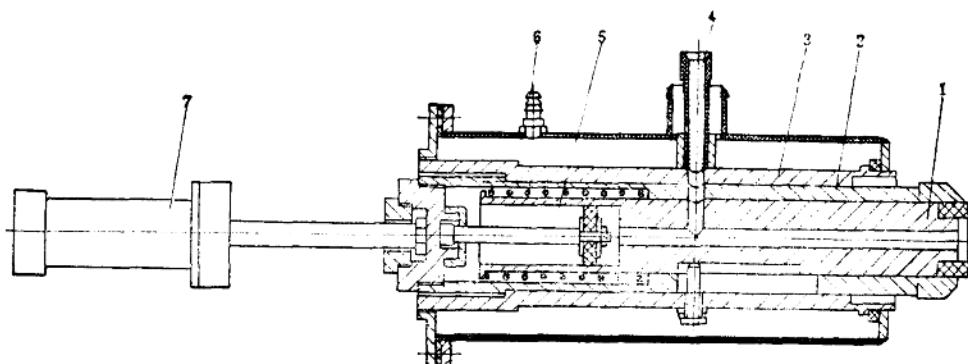

图7-1-2 浮动式气动注蜡头
② 前后活动板均为铸铁件，经检查如无裂纹和损坏，修理时不必更换。在活动板的导向孔处镶有青铜套，当导向杆与衬套之间的间隙超过允许值时要及时更换衬套，以免影响压型的安装和使用精度或损坏压型附件。
③ 拆洗油缸并检查各零件磨损情况，更换密封件。
④ 拆洗换向阀、压力阀，清洗油箱，更换新油。
⑤ 浮动式气动注蜡头的修理(图7-1-2)，在生产中当注蜡头发生较大故障时，为了缩短修理时间，可整套更换。